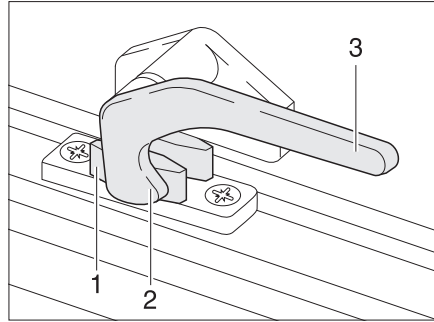

Bild 37 Verriegelungshebel in Stellung "geschlossen"
- Den Verriegelungshebel (Bild 37,3) eine viertel Umdrehung zur Fenstermitte hin drehen.
- Den Verriegelungshebel (Bild 37,3) eine viertel Umdrehung zum Fenster-rahmen hin drehen. Die Verriegelungsnase (Bild 37,2) liegt auf der Innenseite der Fensterverriegelung (Bild 37,1).
- in Stellung "fest verschlossen" (Bild 37).